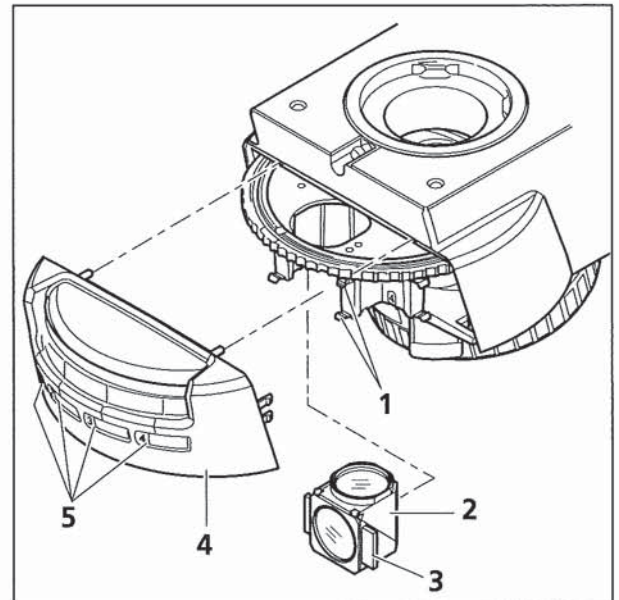

Bild 3-9 Reflektormodul wechseln
- Abdeckkappe (Bild 3-9/4) nach vorn vom Stativ abziehen.
- Das Modul (Bild 3-9/2) wie im Bild dargestellt mit den rechts und links am Modul angebrachten Halteelementen (Bild 3-9/3) schräg von unten in die oberen Federklemmen (Bild 3-9/1) des Reflektorrevolvers einführen.
- Die mitgelieferten Klebeschilder mit den Daten der Filterkombination des jeweiligen Moduls auf das entsprechende Feld auf der Abdeckkappe (Bild 3-9/5, Position 1 bis 4) kleben.